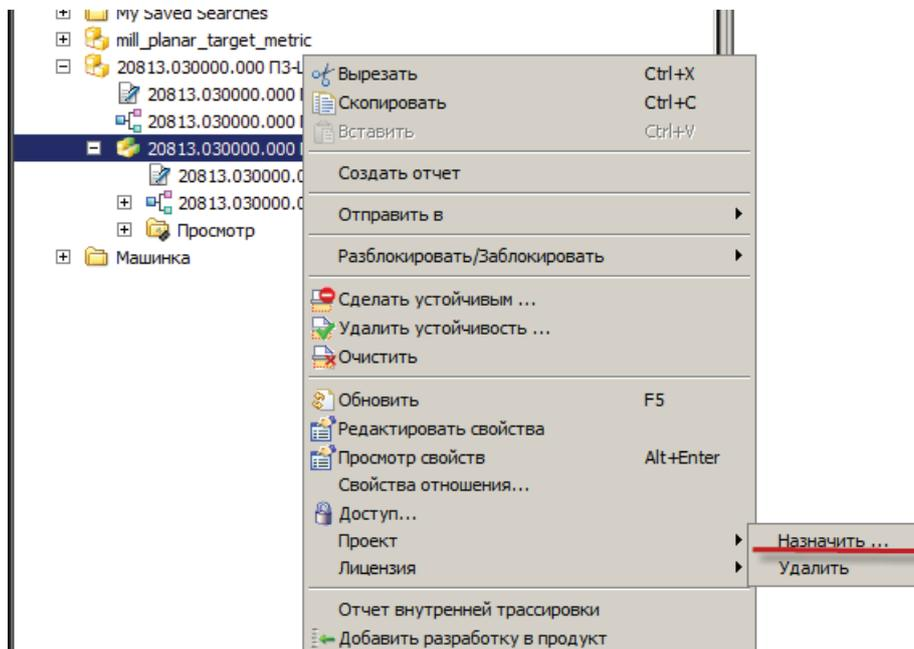

Рисунок 10.10
- в контекстном меню выбранного объекта нужно выбрать пункт **Проект > Назначить...** (рис. 10.10);